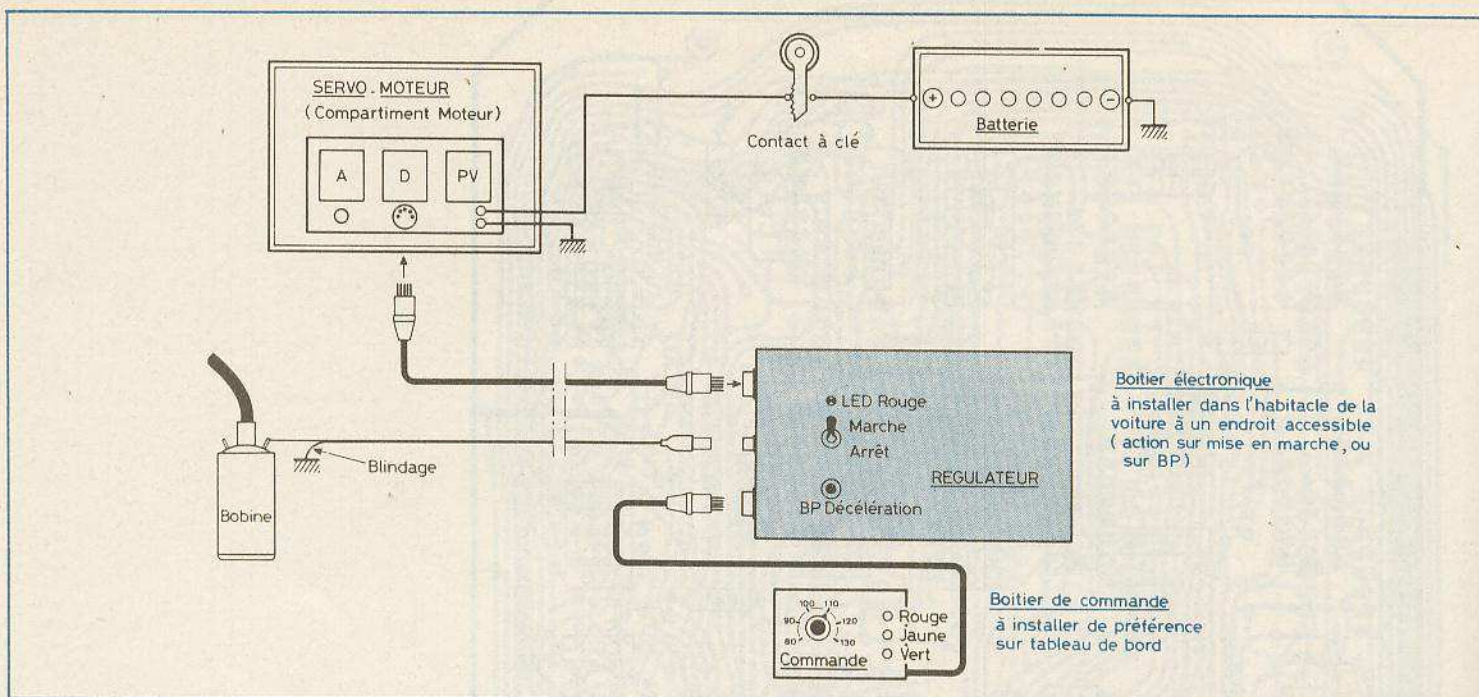

Fig. 17. – Schéma de raccordement du régulateur de vitesse sur le véhicule. Le petit boîtier de commande se montera sous le tableau de bord.
e) Installation à bord du véhicule (fig. 17)